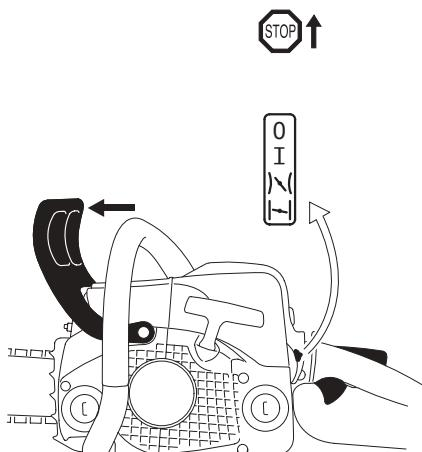

Рис.12. Положение комбинированного рычага при запуске
5. Рычаг блокировки рычага газа 18 (Рис. 1) и рычаг газа нажать одновременно и, удерживая оба рычага нажатыми, переместить комбинированный рычаг в положение закрытой воздушной заслонки |—| (Рис. 12).